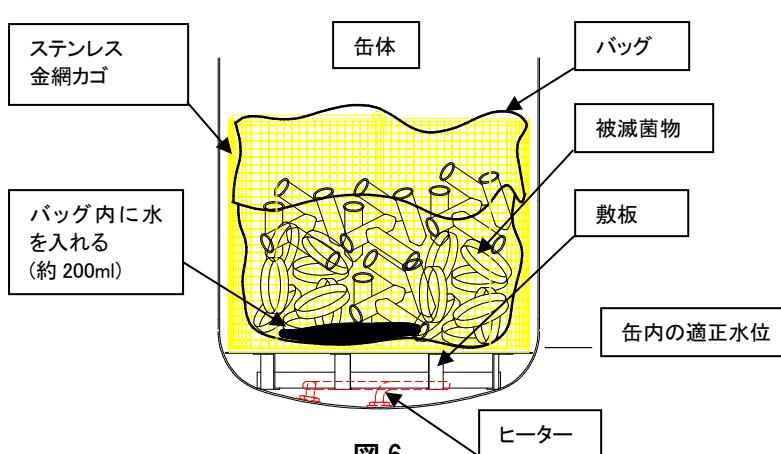

図6
折り返したバッグ容積の 60%程度の内容量にとどめてください。(図 6)
- ❶ バッグの口は必ず開いてください。(図 6, 図 7)
- ❷ 確実な滅菌の為にバッグに 200ml 程度の水を入れてください。(図 6)